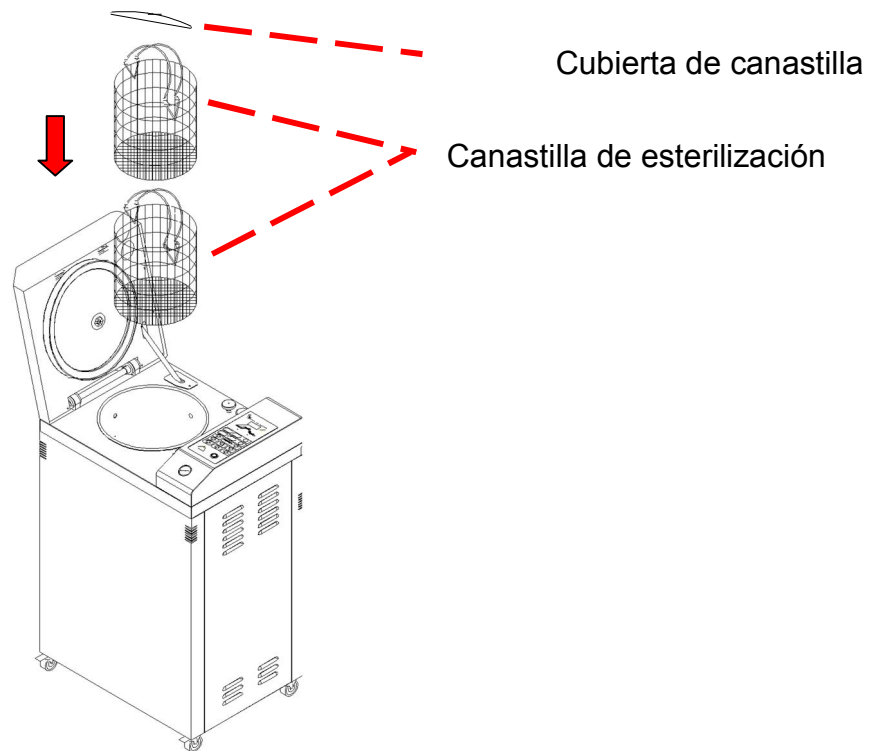

Figura 5
D. Instale la canastilla de esterilización según se muestra en la Figura 5.